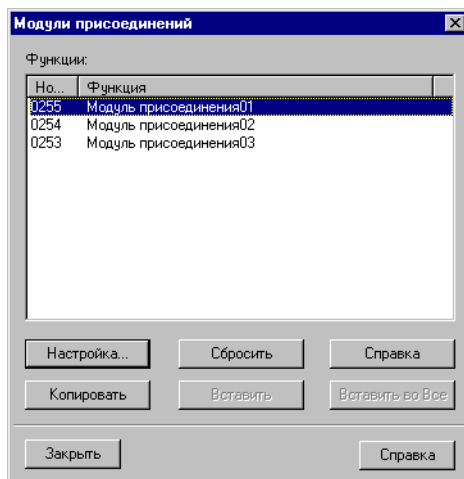

рис. 6-28 Окно Модули присоединений – пример
- В окне выбора функций дважды щелкните по объекту **Модули присоединений**. Откроется окно Модули присоединений (рис. 6-28, стр. 263).
- В окне выбора функций дважды щелкните по объекту **Модули присоединения**. Откроется окно Модули присоединений (рис. 6-28, стр. 263).